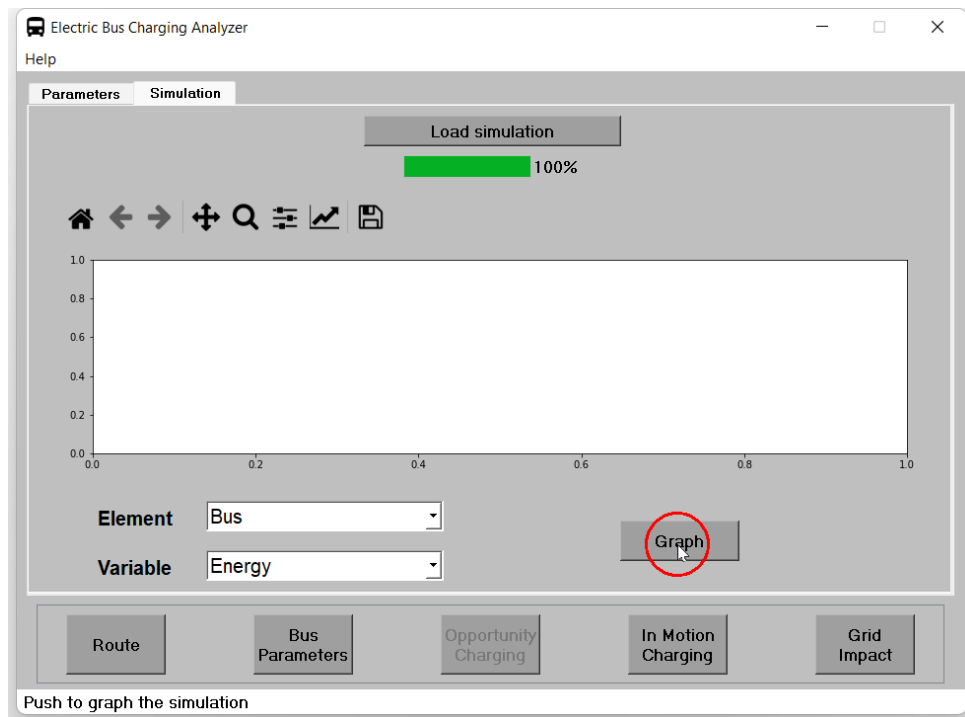

Figura 27: Generar gráfica de simulación.
4. Cuando la barra de carga llegue a 100 %, se procede a presionar **graph** (figura 27).